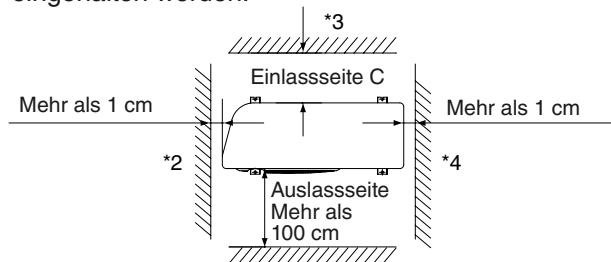
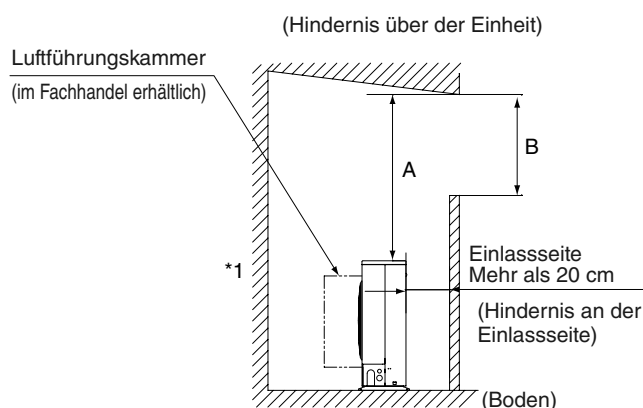

Abb. 2-9
Abb. 2-10
- Achten Sie darauf, dass um das Gerät herum ausreichend Raum zum Ansaugen/Ausblasen von Luft sowie eventuelle Wartungsarbeiten vorhanden ist. (Abb. 2-9)
- Einlassseitiger Abstand "C" (Abb. 2-9)
- Sollte Wand *1 sich an der Auslassseite befinden (Abb. 2-9), oder wenn sich Hindernisse an allen der drei Seiten *2, *3 und *4 befinden (Abb. 2-9), beträgt der Mindestabstand für "A" und "B" 2 m (Abb. 2-10). Auch wenn die Auslassseite nicht auf eine Wand weist, ist ein Mindestabstand von 100 cm erforderlich.